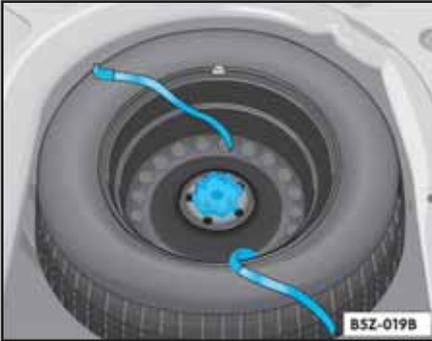

Fig. 163 Rueda de repuesto ubicada debajo de la alfombrilla del baúl
- Suelte y retire totalmente la fijación del centro de la rueda de repuesto ⇒ fig. 163.
- Pase la cinta por los agujeros de la rueda según ⇒ fig. 163.